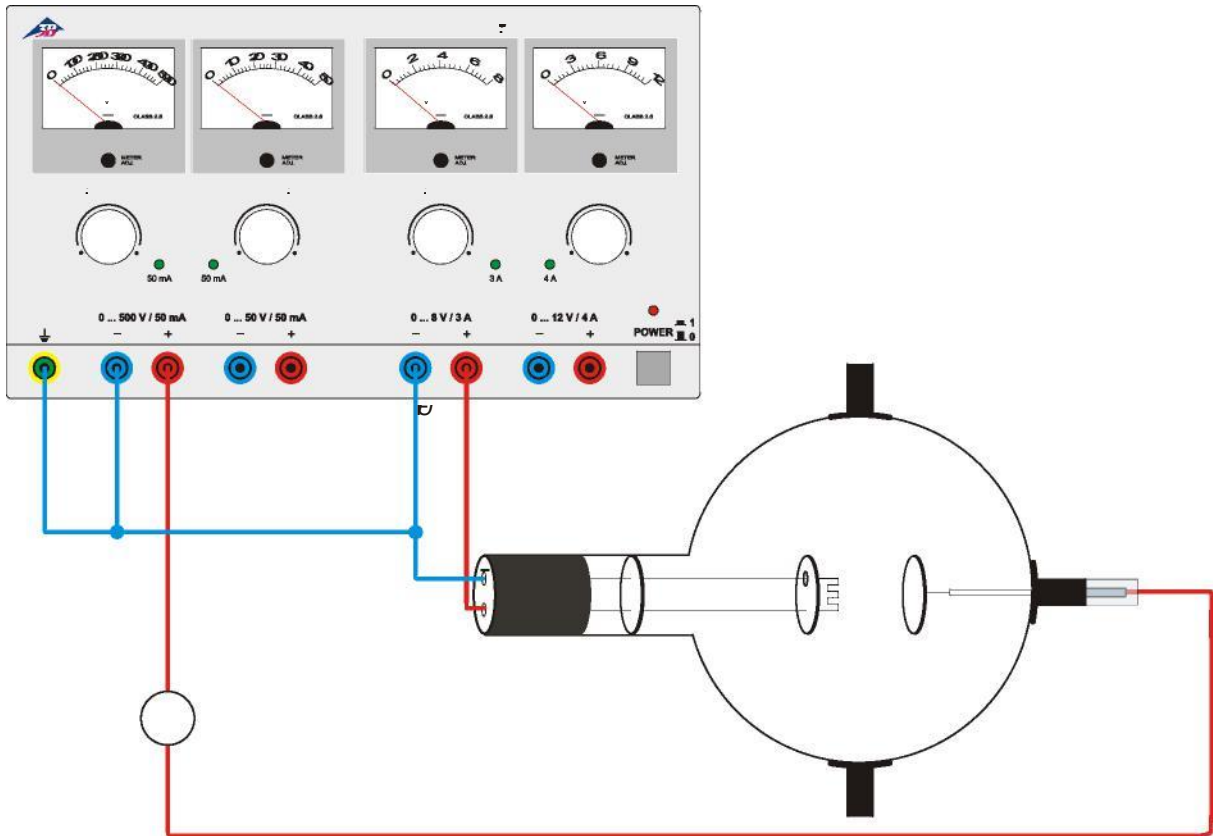

Fig. 1 Abhängigkeit des Anodenstroms von der Heizspannung und Nachweis des Anodenstroms mit einem Messgerät
- Schaltung gemäß Fig. 1 vornehmen. Dabei den Minuspol der Anodenspannung an die
- Schaltung gemäß Fig. 1 vornehmen. Dabei den Minuspol der Anodenspannung an die mit Minus gekennzeichnete 4-mm-Buchse am Röhrenhals anschließen.